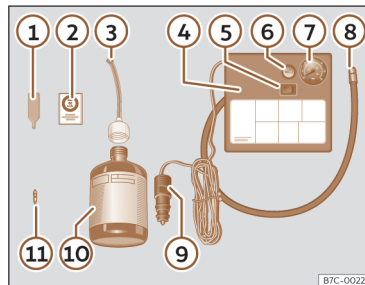

Fig. 213 Représentation standard : contenu du kit anticrevasion.
Le kit anti-crevaison se trouve dans le coffre à bagages, sous le revêtement de plancher. Il inclut les éléments suivants >>> **fig. 213** :
• Dévissez le capuchon et l'obus de la valve du pneu. Utilisez l'appareil >>> **fig. 213** ① pour extraire l'obus. Placez-le sur une surface propre.
• Agitez fortement la bouteille de produit de colmatage des pneus >>> **fig. 213** ⑩.
• Vissez le tuyau de gonflage >>> **fig. 213** ③ sur la bouteille de produit de colmatage. Le plombage du goulot de la bouteille est automatiquement percé.
• Retirez le bouchon du tuyau de remplissage >>> **fig. 213** ③, puis vissez l'extrémité ouverte du tuyau sur la valve du pneu.
• Placez de nouveau l'obus avec l'outil >>> **fig. 213** ① sur la valve du pneu.
• Vissez le tuyau de gonflage du pneu du compresseur >>> **fig. 213** ⑧ sur la valve du pneu.
• Vérifiez si la vis d'évacuation d'air est serrée >>> **fig. 213** ⑥.
• Branchez le connecteur >>> **fig. 213** ⑨ à la prise de courant de 12 volts du véhicule >>> page 219.
• Raccordez le compresseur d'air au commutateur ON/OFF >>> **fig. 213** ⑤.
• Collez l'autocollant >>> **fig. 213** ② sur le combiné d'instruments, dans le champ de vision du conducteur.
Revissez le tuyau de gonflage >>> fig. 213  et vérifiez la pression du manomètre .